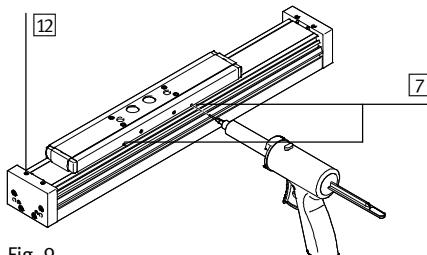

Fig. 9
- allentare le viti **12** (→ Fig. 9).